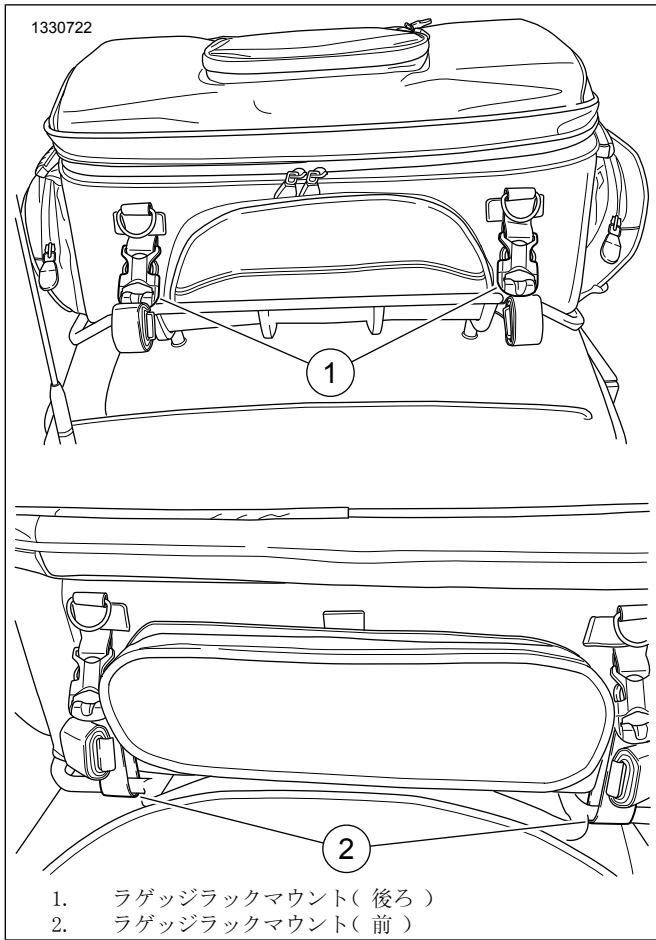
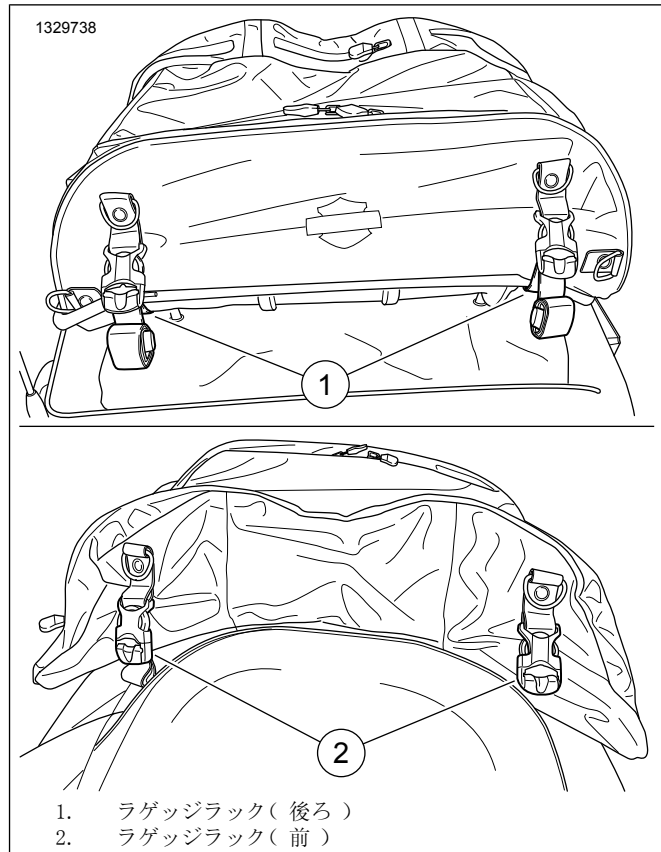

図6。T-パックバッグ
図7。T-パック折りたたみ可能バッグ
- a. 「図6」または「図7」を参照してください。四本のストラップをクイックリリースバックルでラゲージラックに固定します。
1. 図6を参照してください。ラゲージラックにバッグをあわせませす。
1. 図7を参照してください。ラゲージラックにバッグをあわせませす。